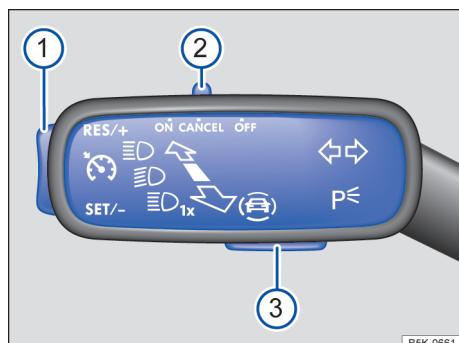

Fig. 144 À esquerda na coluna de direção: interruptores e botões do GRA.
- Empurrar o interruptor → Fig. 144 2 para a posição **ON**.
- Durante a condução, pressionar o botão → Fig. 144 1 na área **SET/-**.
A velocidade salva pode ser ajustada através do botão → Fig. 144 1 enquanto o GRA regula:
Para alterar continuamente a velocidade salva, manter o botão → Fig. 144 1 pressionado. O veículo adapta a velocidade atual acelerando ou reduzindo a velocidade. O veículo não freia ativamente.
- Empurrar o interruptor → Fig. 144 2 para a posição **CANCEL** ou pisar no pedal do freio.
- Pressionar o botão → Fig. 144 1 na área **RES/+**.
- Empurrar o interruptor → Fig. 144 2 para a posição **OFF**.
- Pressionar o botão → Fig. 144 3.